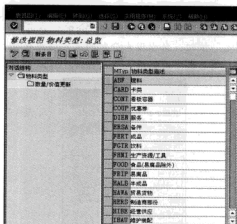

图 7-18 创建物料类型界面
STEP 1 在命令栏输入 SPRO 命令, 通过菜单选择“后勤-常规→物料主记录→基本设置→物料类型→定义物料类型的属性”选项, 弹出创建物料类型界面。在此界面中, 如果要定义物料类型, 可以单击“新建”按钮创建一个新物料类型; 也可以参考已有的物料类型, 单击“复制”按钮, 建立一个物料类型。一般来说, 建议用复制的方式建立新的物料类型。因为物料类型中有很多关键的信息, 用复制的方式可以避免遗漏。如图 7-18 所示。